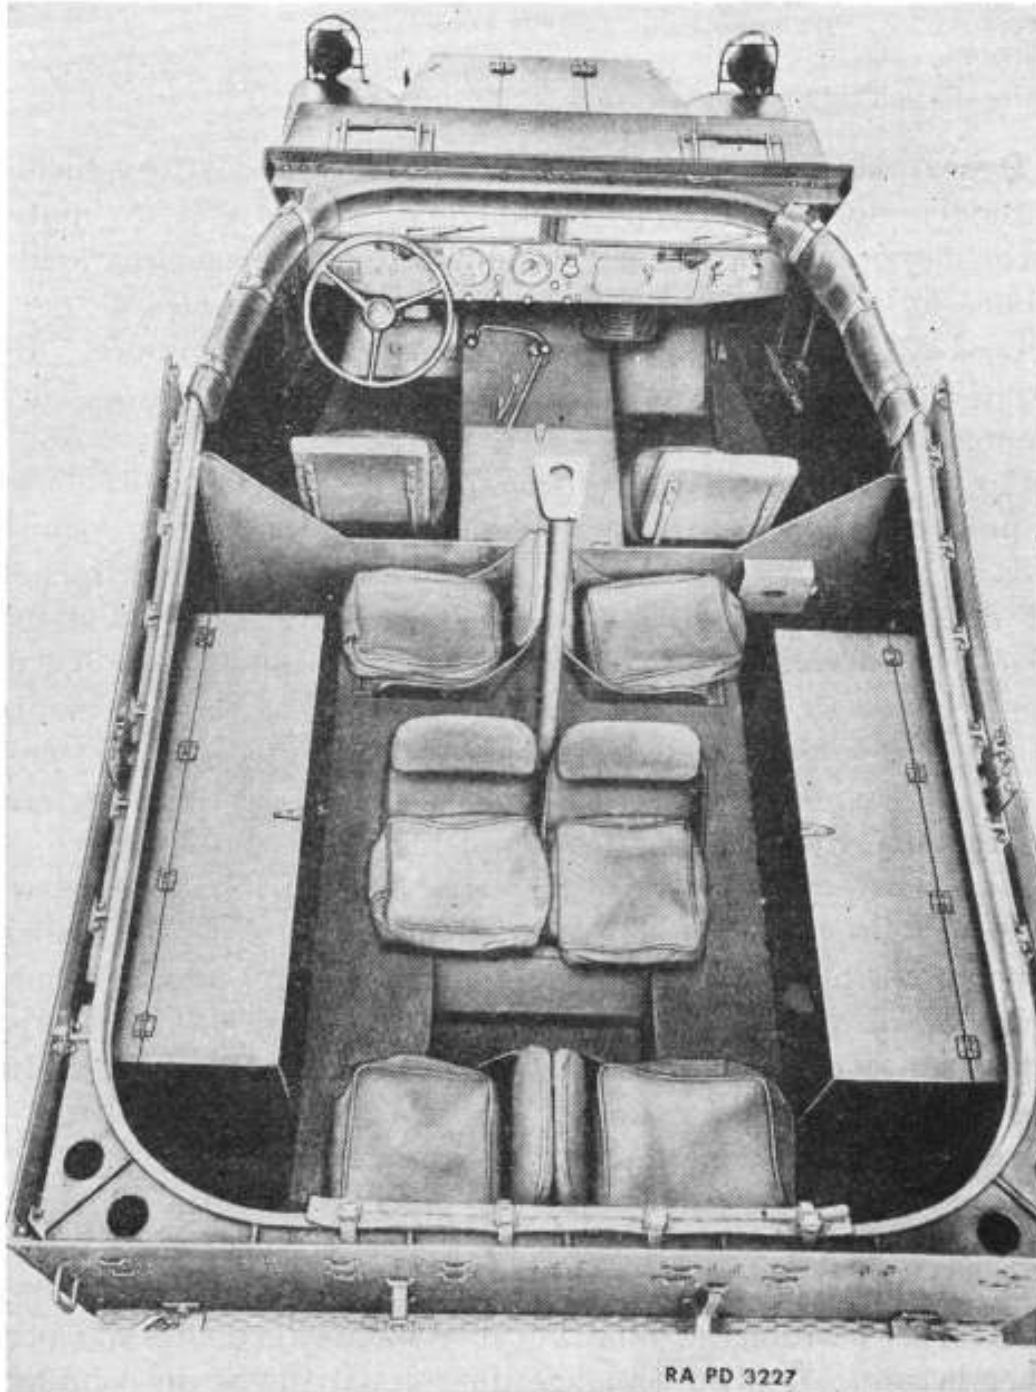

FIGURE 5.—Disposition des sièges.
e. Disposition des places (fig. 5).—La place du conducteur est à gauche, la place du chef de voiture est à droite. Le compartiment arrière est aménagé pour six sièges pour le personnel.